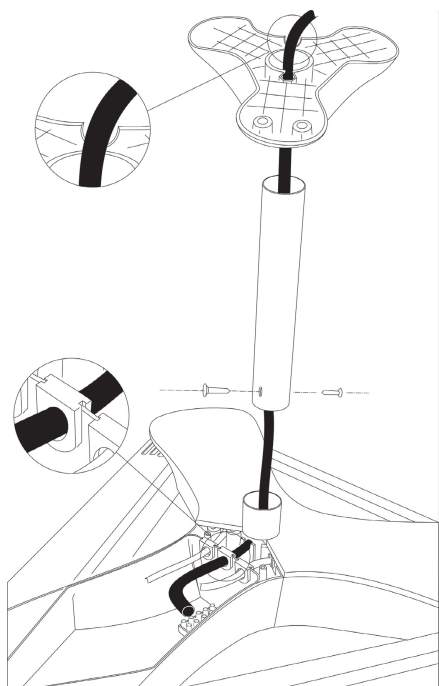

Fig. 11
4. Executar a instalação eléctrica na régua de bornes do Girossole seguindo as instruções anteriormente fornecidas (Cap.2). No modelo de tecto o cabo de alimentação passará segundo a modalidade “por cima”. Deverá atravessar seja o passa-cabo seja o furo posto defronte a este na união de plástico para sair, enfim, pelo lado superior da união de plástico. Todo o percurso está ilustrado na fig. 11
5. Fazer o cabo passar pelo tubo metálico (fig. 11)
6. Introduzir o tubo metálico na união de plástico pressionando com força (fig. 11).
7. Fixar o tubo à união utilizando os 2 parafusos diâmetro 3.5x6 auto-roscantes nos dois furos contrapostos (fig. 11).